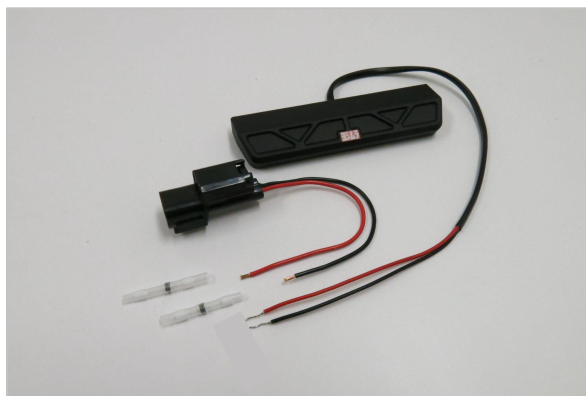

Fig. 2 Wiring Set Contents
3. Connect the supplied License Plate Light No. 4 and Harness Sub-Assy No. 13 using Heat Shrink Tube No. 14. (Refer to detailed Fig. 2,3,4,5)
3. 付属のナンバー灯④とハーネスサブアッシー⑬をヒートシュリンクチューブ⑭を使って接続してください。(配線処理参照図2,3,4,5)
1. Referring to Fig. 2, prepare the supplied LED License Lamp ④, Harness sub Assy ⑬, and Heat shrink Tube ⑭.
1. 図2のように付属のナンバー灯④とハーネスサブアッシー⑬をヒートシュリンクチューブ⑭を用意してください。